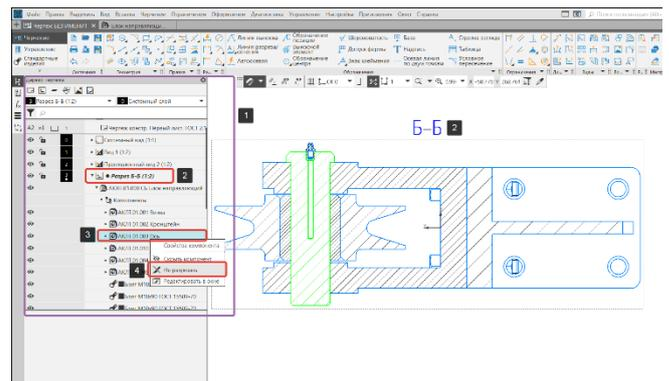

Рисунок 395 – Команда Не резать
- В дереве чертежа (1) раскроем Разрез Б-Б (2), в компонентах выберем ось (3) (Рисунок 395);
- Кликнем правой кнопкой по компоненту ось (2), в диалоговом окне выберем строку Не резать (4) (Рисунок 395);